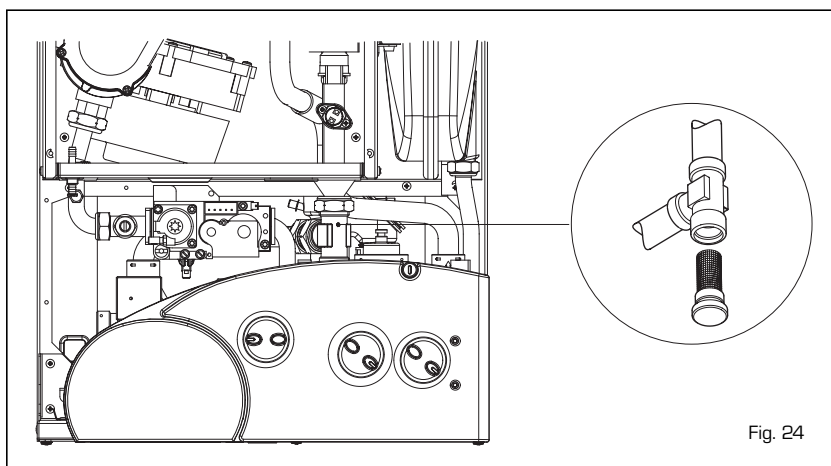

Fig. 24
4.6.1 Pulizia filtro "AQUA GUARD" (fig. 24)